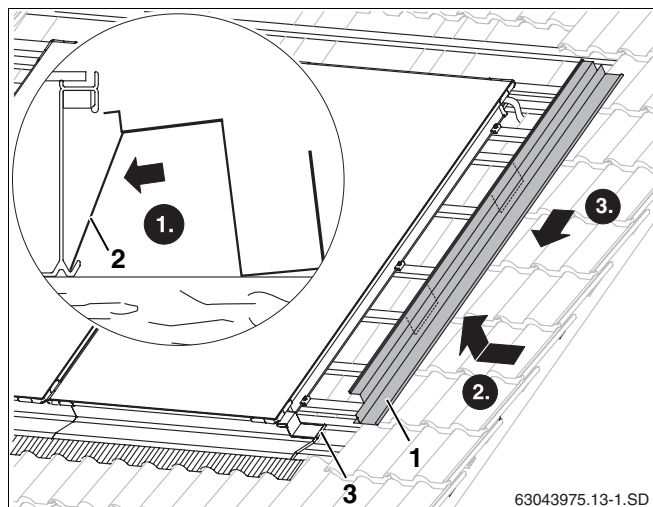

Fig. 48 Montaggio del profilo d'integrazione laterale destro
- ▶ Il profilo d'integrazione (fig. 48, **pos. 2**) deve essere disposto nel lato inferiore dell'impugnatura del collettore.
- ▶ Inserire i profili d'integrazione laterali destra e sinistra (fig. 48, **pos. 1**), con i bordi superiori, nel lato inferiore dell'impugnatura del collettore, e spingerli in modo che l'estremità inferiore si sovrapponga al profilo d'integrazione inferiore.
- ▶ Per il fissaggio, comprimere le pieghe sovrapposte delle due lamiere (fig. 48, **pos. 3**).